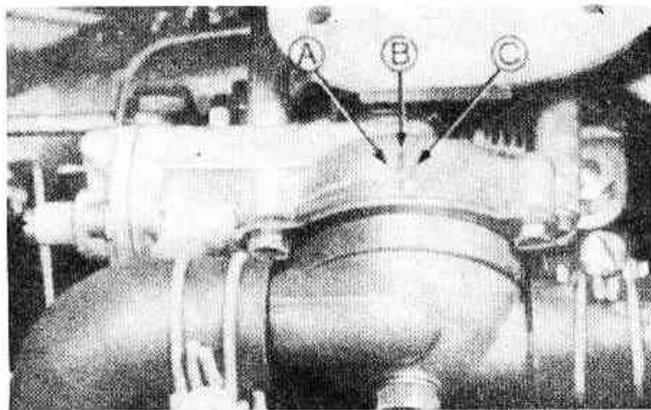

Рис.3.67. Правильное положение установочной маркировки на корпусе воздушной заслонки (Разд.27 и 28)
17. Поверните крышку до совпадения меток и затяните три винта (Рис.3.67).
9. Поверните крышку до совпадения меток и затяните три винта (Рис.3.67).